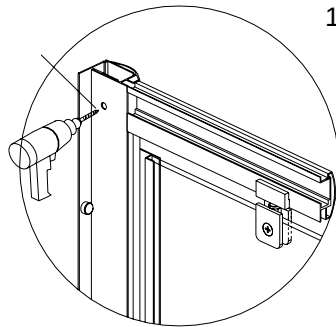

Figuur 6
6. Monteer de handgreep (12) op de deur (11), zie figuur 6 links.
7. Monteer de het onderste draaipunt (15) op de draaideur (11).
8. Til voorzichtig de draaideur (11) op en plaats het onderste draaipunt (15) van de deur in het draaipunt van het railprofiel (1) aan de onderzijde, zie figuur 6 rechtsonder. Houd de deur verticaal en plaats het bovenste draaipunt (15) in het railprofiel (1) aan de bovenzijde en monteer het complete draaipunt op de deur, zie figuur 6 rechtsboven.